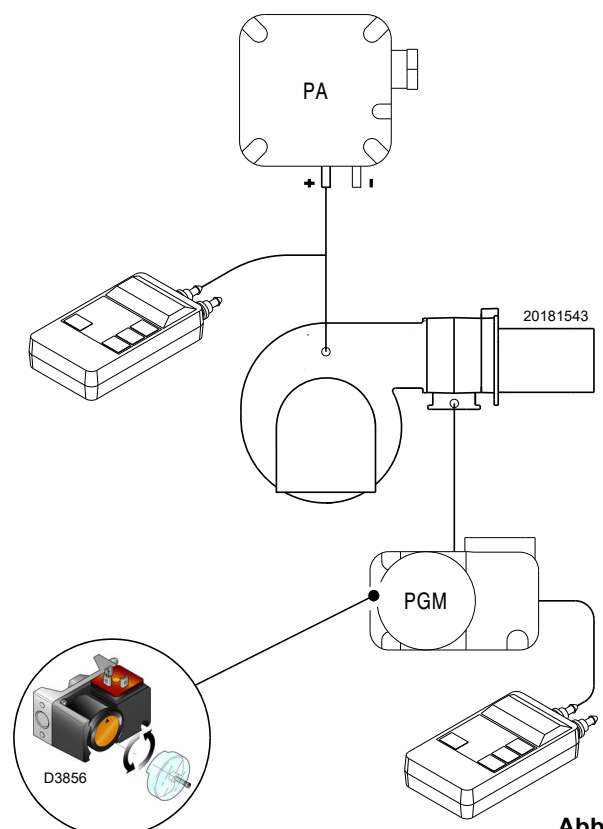

Abb. 29
- Den Gas-Höchstdruckwächter (Abb. 29 auf Seite 31) auf den Skalenendwert stellen.
Einstellung des Gas-Höchstdruckwächters (Abb. 29) nach Durchführung aller anderen Einstellungen des Brenners mit auf Skalenende eingestelltem Gas-Höchstdruckwächter ausführen.